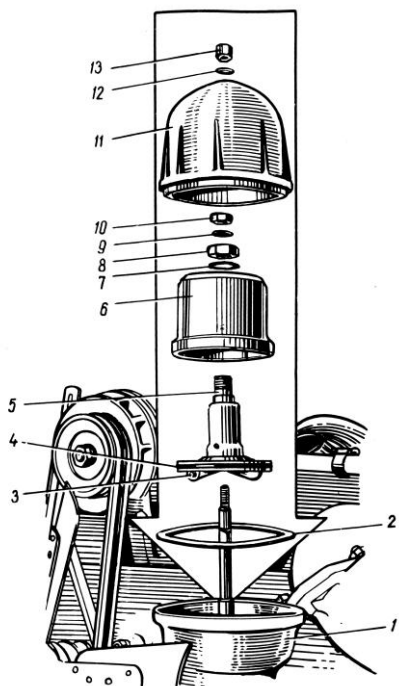

Рис. 64. Фильтр центробежной очистки масла:
2. Отвернуть гайку крепления ротора; снять ротор с упорной шайбой 9 (рис. 64).